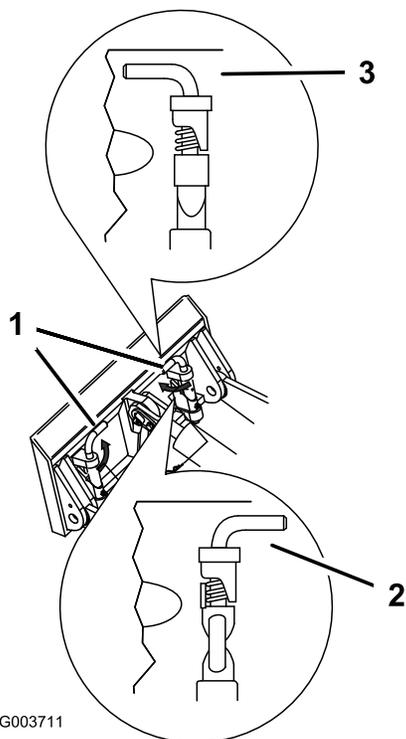

Рисунок 9
7. Закрепите быстроустанавливаемые штифты, убедившись, что они полностью вошли в монтажную пластину (Рисунок 9).